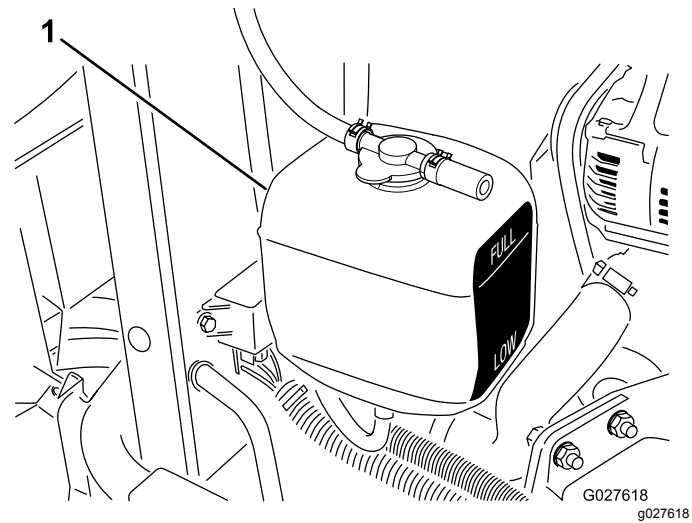

Figura 40
1. Controllate il livello del refrigerante nel serbatoio di espansione (Figura 40).